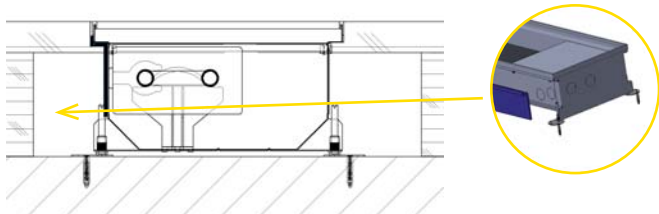

Рис. 6: Пустотелый пол – теплоизоляция для внутрипольного конвектора без вентилятора – для защиты пола со стороны теплообменника
- › По своему усмотрению (паркет, ламинат или деревянный пол) положите теплоизоляцию на наружную поверхность корпуса конвектора со стороны теплообменника (Рис. 6).